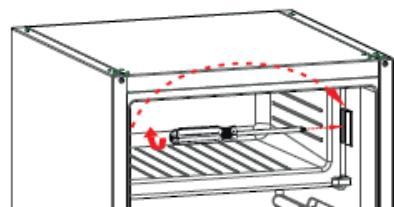

Abb. 8
- ▶ Lösen Sie die Schraube des Gefrierfächterschlosses und entfernen Sie das Schloss (Abb. 8).